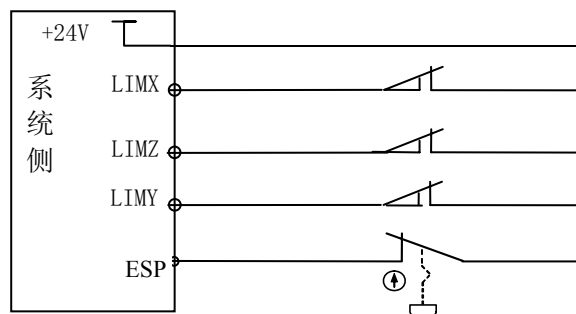

图2-34B 急停、行程开关独立连接
② 行程限位与急停独立连接，连接方式如下图 2-34B 所示：